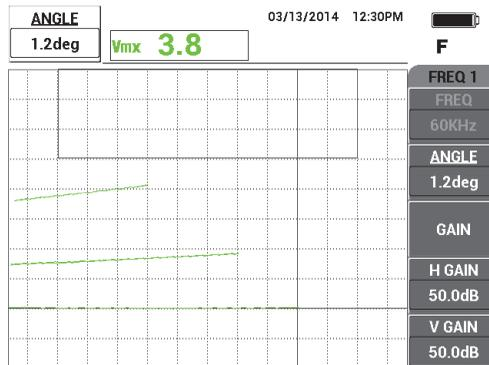

Figura 5-81 Regolare il segnale minore in orizzontale
9. Premere il tasto ANGLE () ed in seguito regolare il segnale minore (conduttività del 45 %) in modo che sia orizzontale (vedere Figura 5-81 a pagina 197).